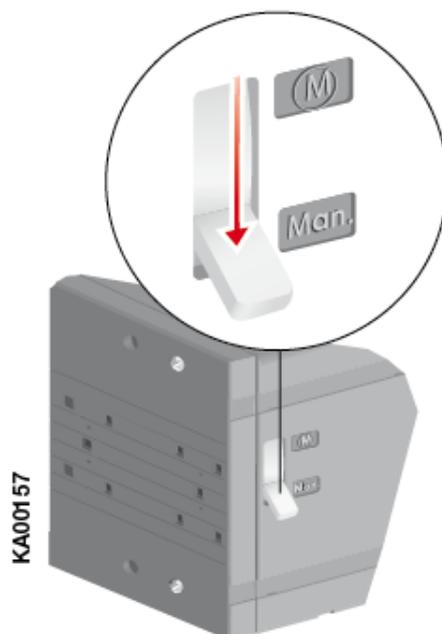

Рисунок 7.11 Переключатель «Motor/Manual» в ручном положении
1. Поставьте переключатель «Motor/Manual» в ручное положение (Man) как показано на рис.7.11. Мотор-привод отключится, и дистанционное управление станет невозможным.